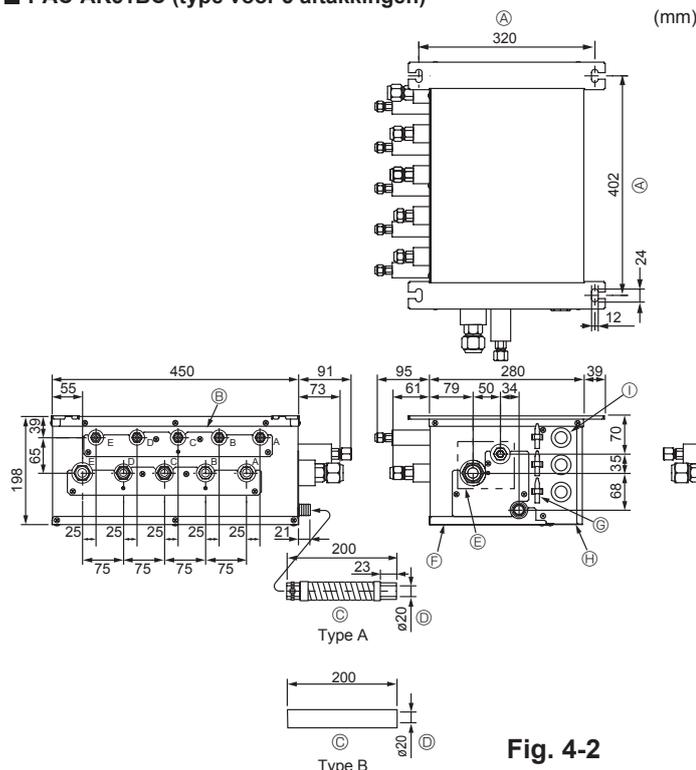

Fig. 4-2
■ PAC-AK51BC (Fig.4-2)
- (1) Breng op de aangegeven tussenafstand de ophangbouten aan (lokaal aan te schaffen) (Fig. 4-2, 4-3).